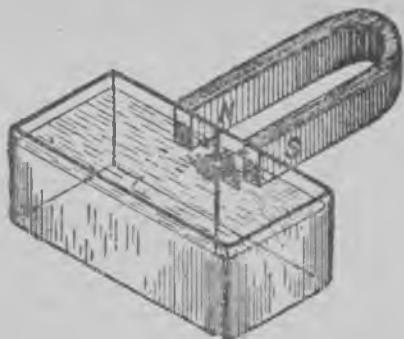

Рис. 73. Магнитнойн полясан лий-
65. Магнитной поля. Магничивайчемма омбелу ниэглан и, сүвätтүö сен пробкан палазех, пиäстämä сен вези астиэх улемах. Ниэгла пидäу сүвätä пробках муга, чтобы се лийккүйс веес вертикальнойс положенияс (рис. 73) и сен северной полюса олис ўläхäñä.